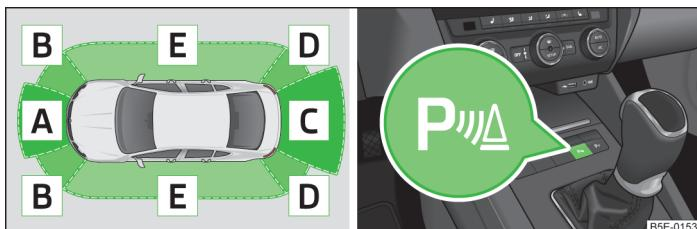

Fig. 129 Alcance de los sensores / tecla del sistema
- Si tras la activación del sistema se emite un sonido de aviso durante 3 segundos y en la proximidad del vehículo no se encuentra obstáculo alguno, existirá entonces una avería del sistema. La avería se señaliza adicionalmente mediante el parpadeo del símbolo  en la tecla »fig. 129 de la página 148. En la pantalla del Infotainment se muestra ! o bien ▲ en el margen de error. Recurra a la asistencia de un taller especializado.
El sistema se activará automáticamente al aplicar la **marcha atrás** o pulsando la tecla de símbolo  » fig. 129. En la tecla se enciende el símbolo , la activación se confirma con una breve señal acústica.
En el caso de los vehículos con dispositivo de enganche para remolque montado de fábrica sólo son activas las zonas **A** y **B** » fig. 129 del sistema en caso de conducción con remolque y no se produce ninguna visualización de la calzada.